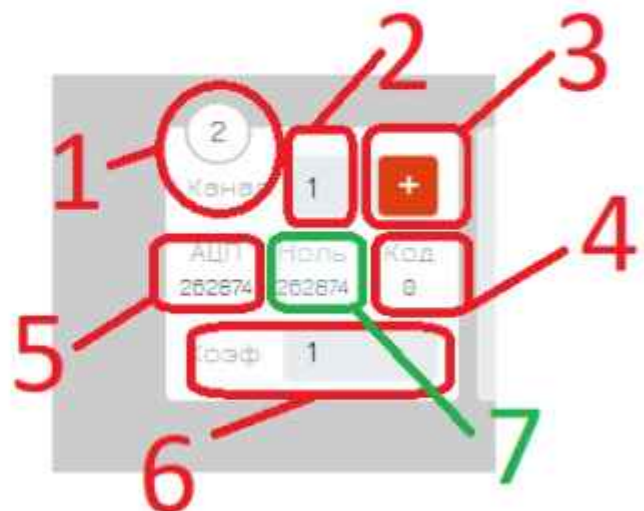

Рис.19
- o В поле настроек и данных с датчика указана следующая информация (Рис.19):